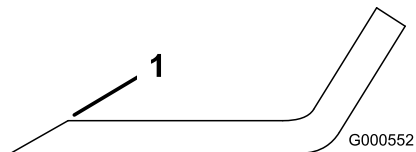

Figura 58
1. Affilate i taglienti da entrambe le estremità della lama con una lima (Figura 58).
Nota: Se la lama non è bilanciata, limate del metallo soltanto dalla costa (Figura 58).